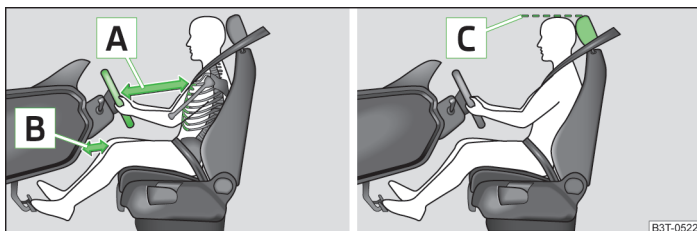

Fig. 148 Position assise correcte du conducteur/réglage correct de l'appui-tête
- Réglez le volant de façon à ce que la distance entre le volant et le buste soit de 25 cm minimum [A] » fig. 148 et la distance entre les jambes et le tableau de bord à hauteur de l'airbag de protection des genoux de 10 cm minimum [B].
- Réglez l'appui-tête de façon à ce que le bord supérieur de l'appui-tête se trouve au moins à la hauteur de la partie supérieure de votre tête [C] » fig. 148 à la page 177.
- Réglez l'appui-tête de façon à ce que le bord supérieur de l'appui-tête se trouve au moins à la hauteur de la partie supérieure de la tête  » fig. 148 à la page 177.